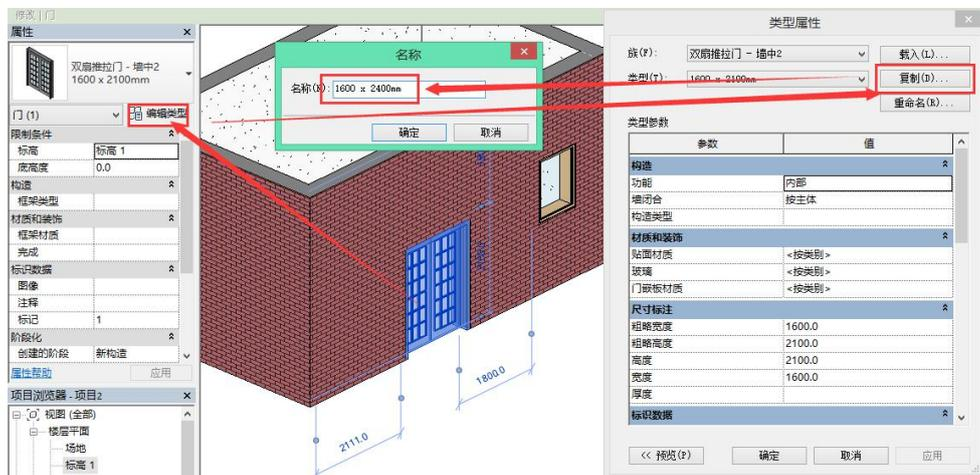
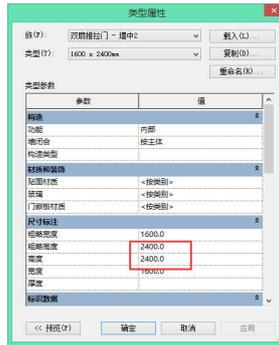

图 6-20 复制门修改名称
图 6-21 修改门高度
(2) 复制创建门窗类型
• 以复制创建一个 1600×2400 的双扇推拉门为例：选中门之后，在“属性”栏选择“编辑类型”复制一个类型，命名为“1600×2400mm”确定（图 6-20）；然后将高度和粗略高度改为 2400。点击确定即可完成 1600×2400 的双扇推拉门类型的创建（见图 6-21）。